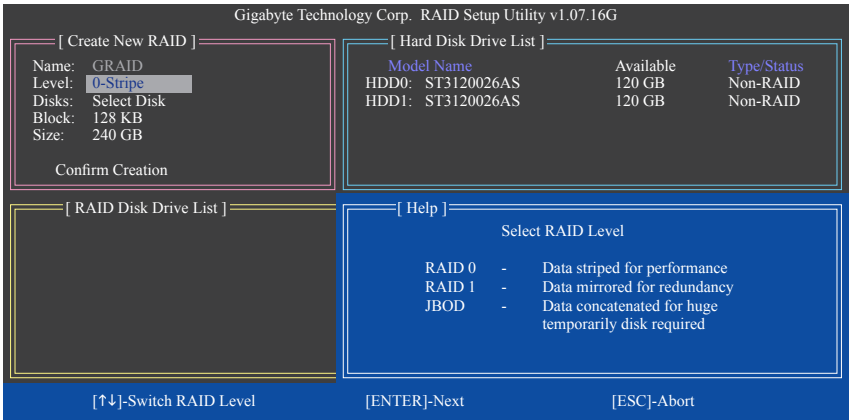

図 5
Create New RAID ブロックに、アレイを作成するために設定する必要がある項目がすべて表示されます (図 5)。
2. **RAIDモードの選択:** **Level** 項目の下で、上または下矢印キーを使用して RAID 0 (ストライプ)、RAID 1 (ミラー)、JBOD (図 5) を選択します。<Enter> を押して、次のステップに進みます。